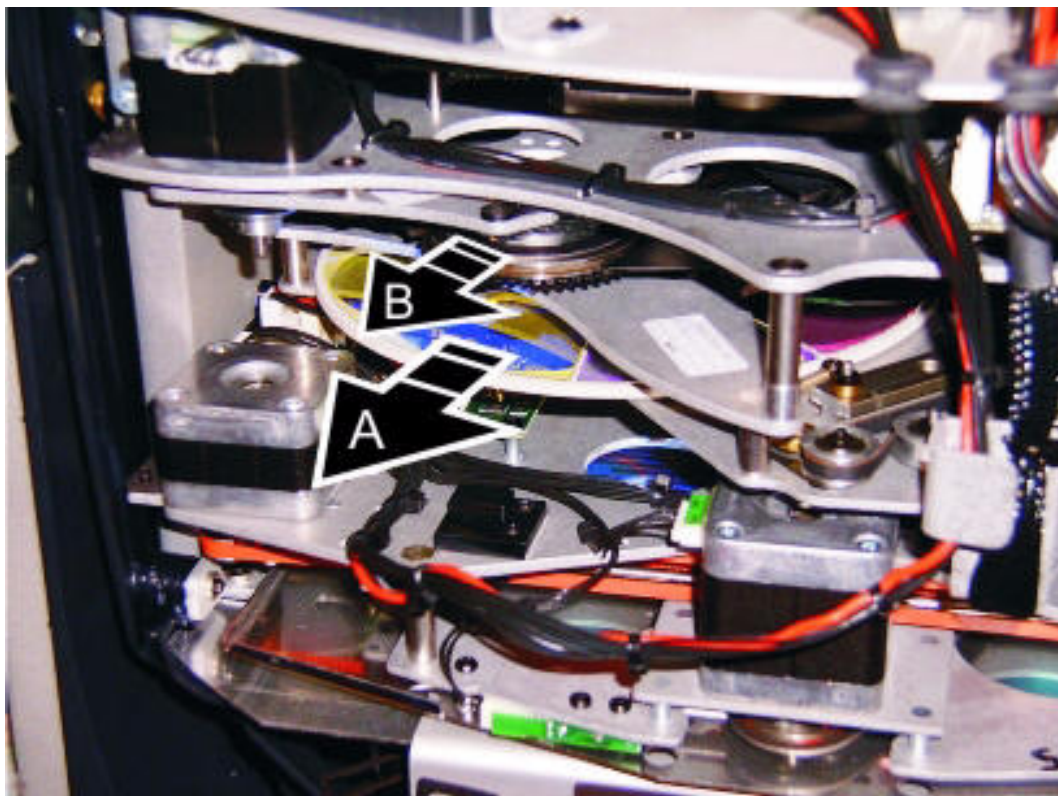
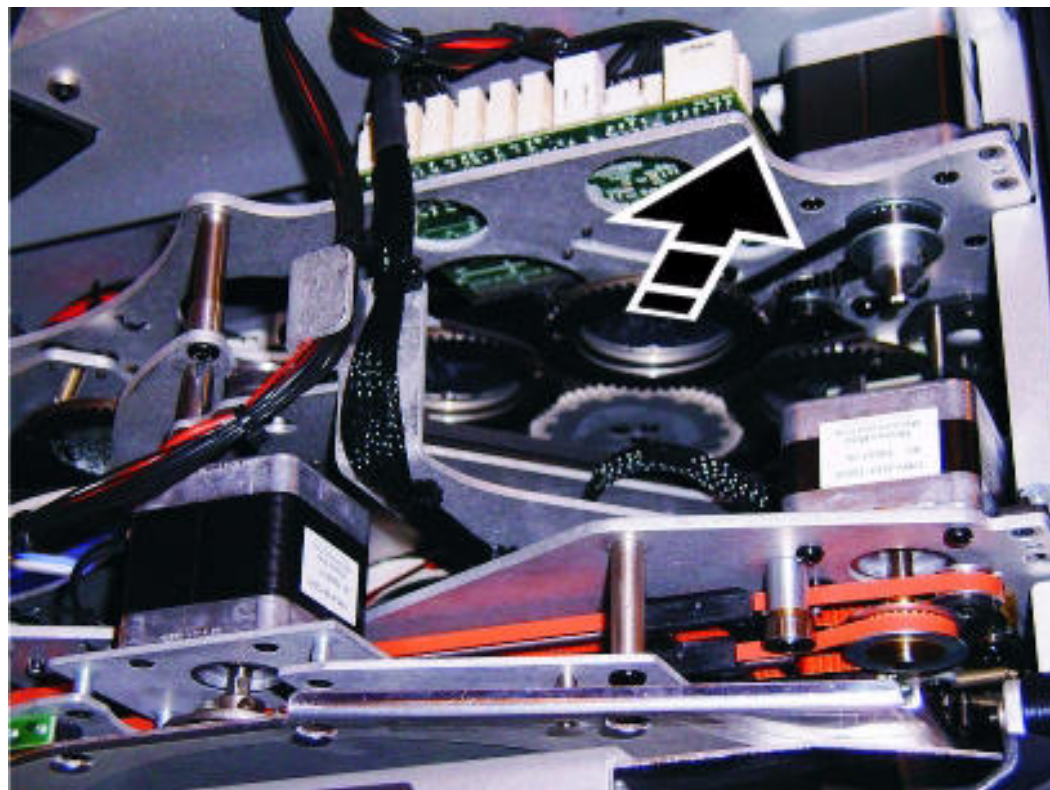

Figure 19: Remplacement de filtres de couleur et de gobos
Figure 21: Changement de gobo
4. Voir repère **A** dans la Figure 19. Tournez la roue de couleur jusqu'à ce que le filtre à changer soit accessible. Soulevez légèrement le filtre de la roue pour le dégager, attrapez-le par les bords et dégagez-le complètement. Si vos doigts sont trop épais, protégez le verre avec un papier plié plusieurs fois sur lui-même et attrapez le filtre avec une pince à bec fin.
2. Voir repère **B**, Figure 19 et voir Figure 21 en page 32. Tournez la roue pour rendre accessible le gobo que vous souhaitez remplacer.
8. Vérifiez que le porte-gobo est dans le bon sens (voir Figure 21), puis engagez la lèvre du porte-gobo sous les clips de rétention et enfoncez-le pour qu'il se mette en place dans son logement. Si nécessaire, un petit tournevis ou équivalent vous aidera à soulever les clips de la roue.